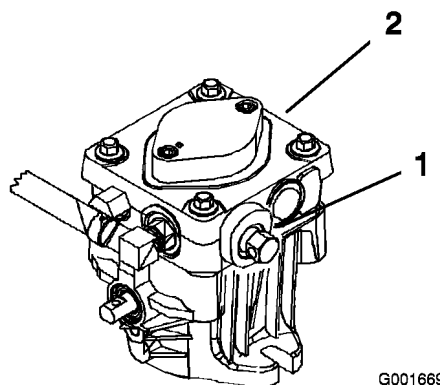

Figure 24
2. Tournez les vannes de dérivation d'un tour dans le sens anti-horaire pour pousser la machine. Cela permet au liquide hydraulique de contourner la pompe et aux roues de tourner (Figure 24).
Tournez les vannes de dérivation d'un tour dans le sens horaire pour conduire la machine (Figure 24).